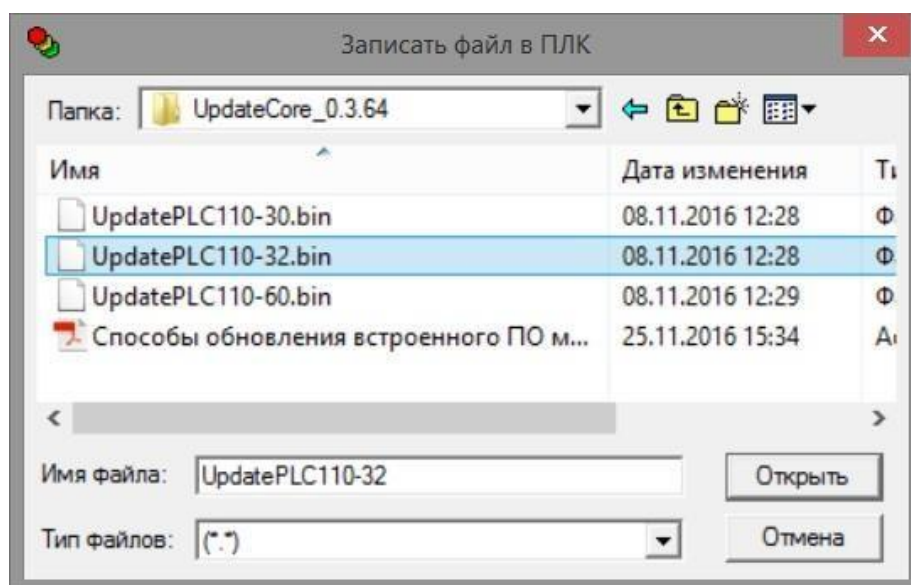

Рисунок 1.1. Выбор файла прошивки для записи в ПЛК
6. Записать в память ПЛК файл прошивки, с помощью команды **Онлайн | Записать файл в ПЛК (Online | Write File to PLC)** и в открывшемся окне выбрать файл прошивки (рисунок 1.1).